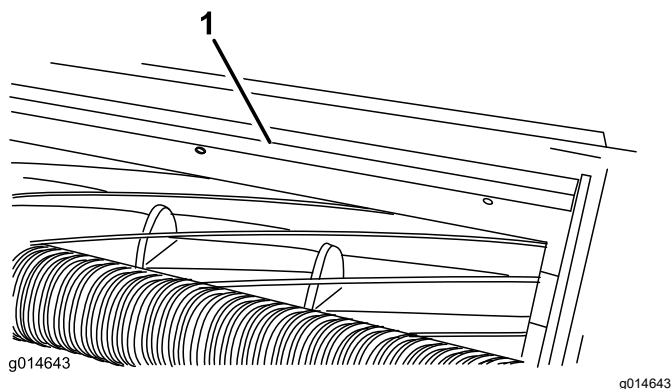

Figure 4
1. Desserrez les vis qui fixent la barre supérieure (Figure 4) à l'unité de coupe.